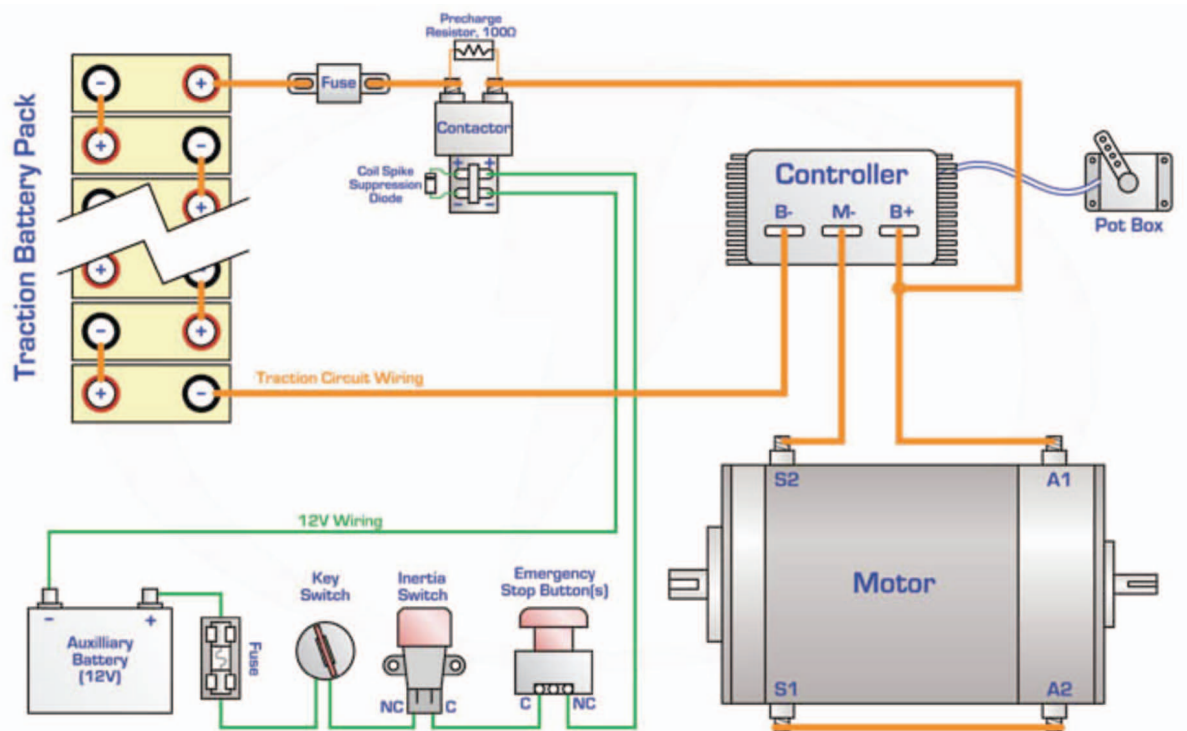

Figura 9 · Diagrama eléctrico de um carro eléctrico puro (a baterias), com motor DC.
rectamente ao motor (DC) ou por intermédio de um inversor (AC). A figura 9 ilustra um exemplo de um veículo accionado por um motor DC alimentado por um conjunto de baterias.